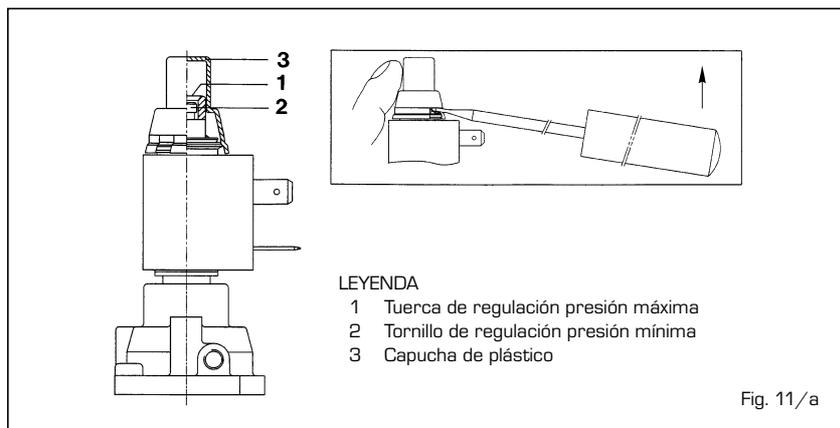

Fig. 11/a
4.2.1 Regulación presión máxima (fig. 11)
4.2.2 Regulación presión mínima (fig. 11)
4.3.1 Regulación presión máxima (fig. 11/a)
4.3.2 Regulación presión mínima [fig. 11/a]